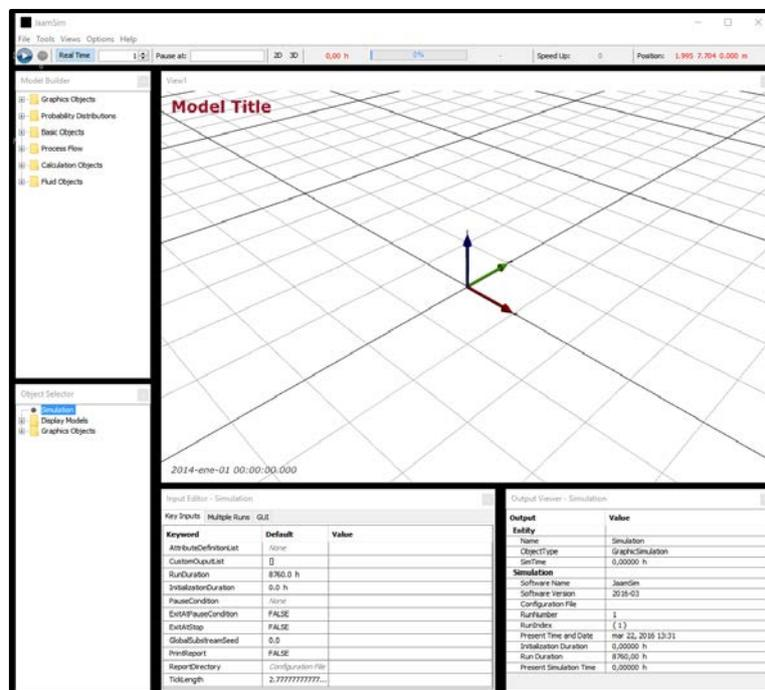

Imagen 1. Inicio de JaamSim
- Ejecutar el programa, si muestra las ventanas de la Imagen 1 ya podemos empezar a usarlo.
- Al ejecutar JaamSim aparecen las ventanas de la Imagen 1 excepto la ventana grande con los ejes de referencia. En este caso, la tarjeta gráfica no cumple al menos con OpenGL 2.1 o al menos no lo hace con los drivers que hay instalados. En ocasiones se soluciona el problema actualizando los drivers de la tarjeta de video con los últimos proporcionados por el fabricante. Una vez actualizados, se puede comprobar el resultado mediante GL-Z, un sencillo programa <http://www.geeks3d.com/glz/> que nos muestra la versión disponible.